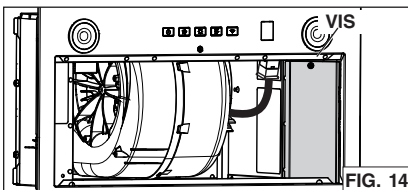

FIG. 14
3. Quite la tapa del compartimento eléctrico (en gris en FIG. 14) en el interior del aparato retirando su tornillo de sujeción. Retire la bolsa de piezas detrás de la tapa. Poner la bolsa de piezas, la tapa y el tornillo de sujeción a un lado.